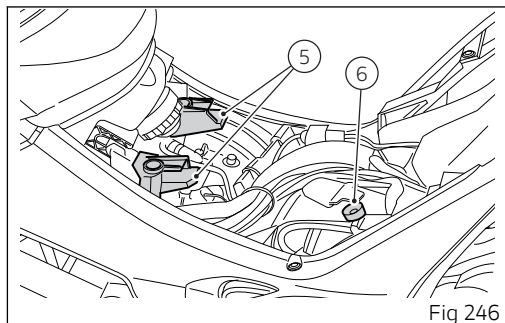

Fig 246
Posizionare la parte anteriore della sella conducente (4), provvista di asole (7), nelle guide (5, Fig 246) ed inserire il perno (6, Fig 246) nella sede (8).
Assicurarsi che il perno (6, Fig 246) sia nella sede (8). Accertarsi dell'avvenuto e corretto aggancio, tirando con moderazione verso l'alto la sella passeggero. Sfilare la chiave dalla serratura (1, Fig 243).